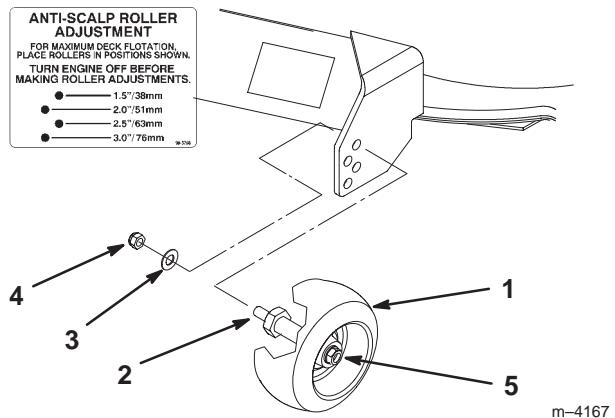

Figure 12
3. Choisissez le trou pour que la roue de jauge se trouve le plus près possible de la hauteur de coupe correspondante voulue (Fig. 12).
4. Remettez l'écrou et la rondelle sur le goujon (Fig. 12).
2. Lorsque la hauteur de coupe est réglée, enlevez l'écrou et la rondelle tout en maintenant le goujon avec une clé (Fig. 12).
**Remarque :** N'enlevez pas l'écrou et la rondelle de la roue (Fig. 12).